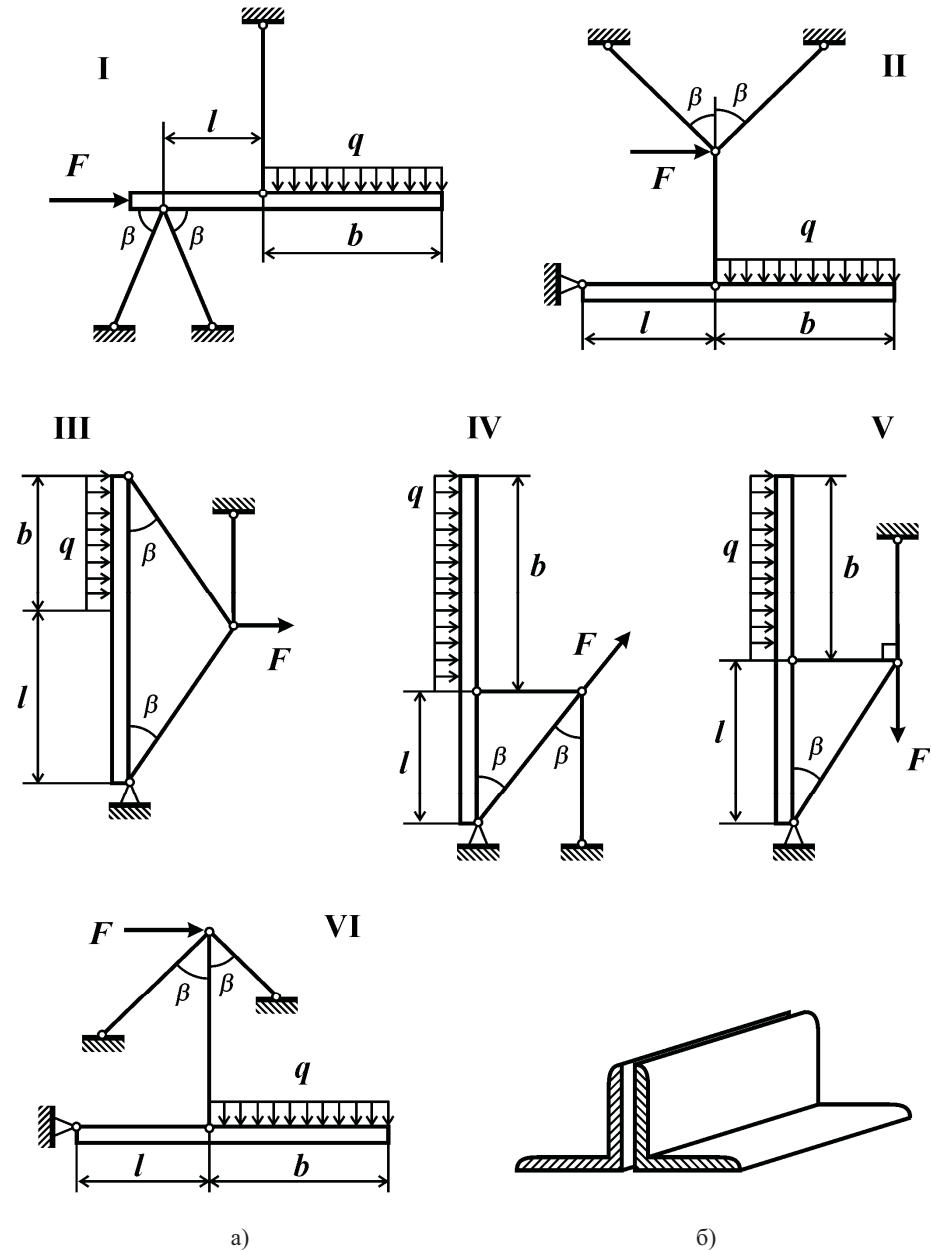

Рис. 21
Для плоской фермы (рис. 21а, табл. 21), состоящей из трех деформируемых стержней и абсолютно жесткого тела, требуется:
- 3) учитывая, что каждый стержень фермы состоит из двух одинаковых равнополочных уголков (рис. 21б), подобрать по ГОСТ 8509-72, соответствующий номер профиля.